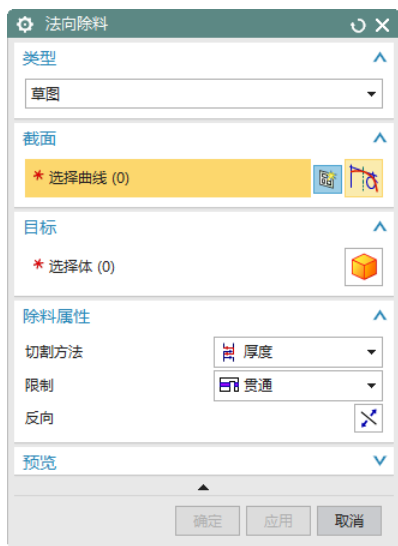

图 11-214 “法向除料”对话框
(1) 选择“菜单(M)”→“插入(S)”→“切割(T)”→“法向除料(N)”,或者单击“主页”选项卡“特征”面组上的“法向除料”按钮 ,打开如图 11-214 所示“法向除料”对话框。